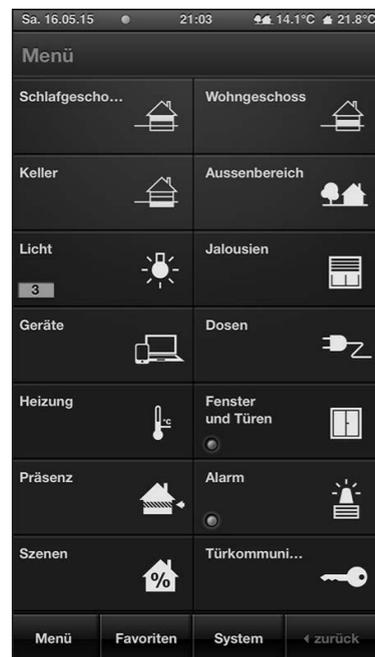

Abbildung 3.5 Smartphone-Zugriff auf Ihr Haus
- ▶ Steuerung der Hausautomatisierung über einen Internetfernzugang (Smartphone, siehe Abbildung 3.5, Webbrowser)